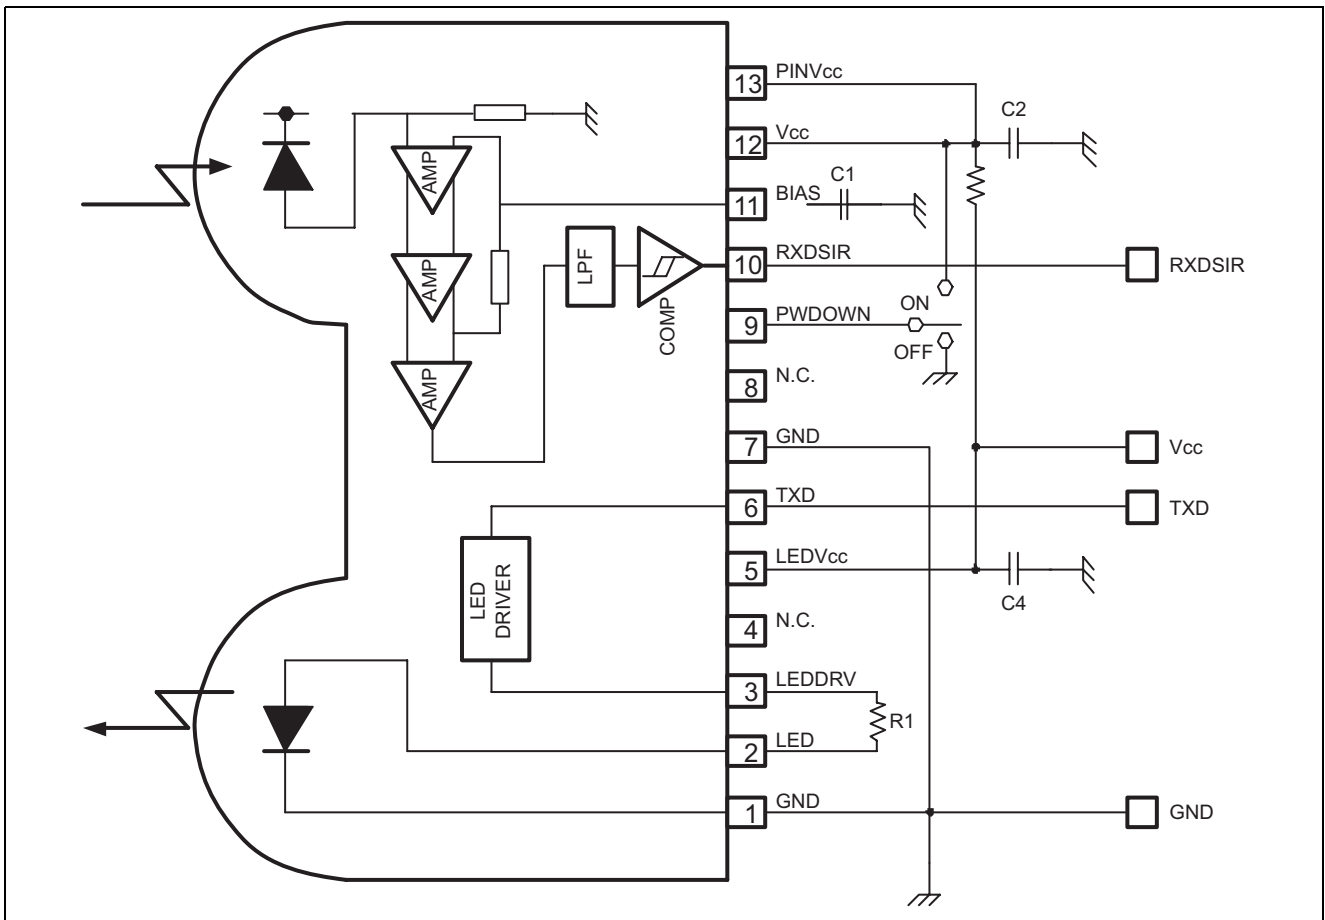

図 3 赤外光トランシーバのブロック図及び応用回路例
- (c) 図 3 に赤外光トランシーバのブロック図及び応用回路例を示します。